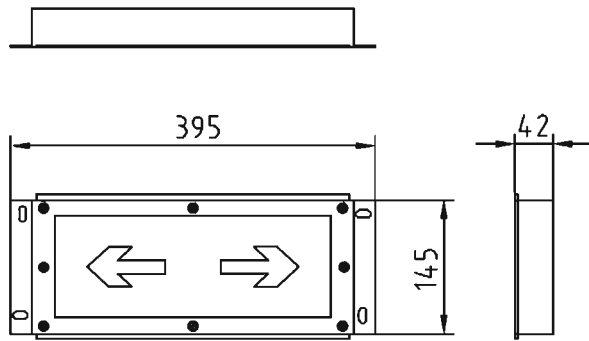

图 71
- a) 壁挂式：所有单面壁挂式标志灯，外形尺寸、安装尺寸一致。外形示意图如图 71 所示，以双向为例。